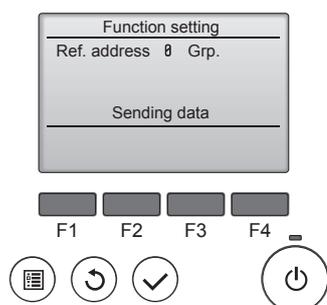

Fig. 6-15
⑤ (Fig. 6-15)
① Gå til funktionsvalgstilstanden